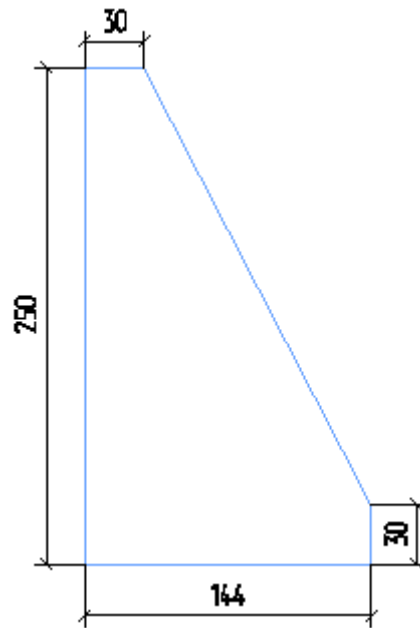

Рисунок 53
- Аналогично построить нижние ребра жесткости по параметрам, представленным на Рисунок 53.